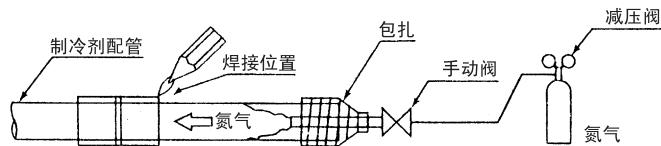

图14
2. 边充氮气边焊接时, 请用减压阀将氮气的压力控制在 0.02MPa (0.2kg/cm2) 以下。(请参看图 14)